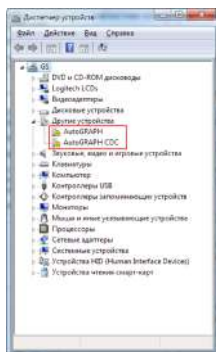

Рис.1.
1. Подключите контроллер «АвтоГРАФ-GSM/SL» с ПК, используя интерфейсный кабель USB AM – USB microB 5 pin. Система автоматически найдет новое оборудование (Рис.1). Для корректной работы контроллера с сервисно-диагностическими, диспетчерскими и конфигурационными программами необходимо установить драйверы устройств AutoGRAPH и AutoGRAPH CDC.